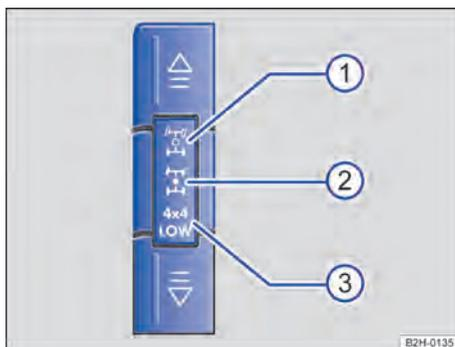

Fig. 99 No console central: botões e símbolos para ligar e desligar a tração nas quatro rodas.
Em veículos com tração nas quatro rodas selecionável, está ativo sempre o acionamento que estava ativo por último ao desligar o motor. A tração nas quatro rodas é ativada manualmente em dois estágios através dos botões no console central → Fig. 99.
- ◀ Utilizar a tração traseira em ruas secas com solo firme. Quando a tração traseira está ligada, acende o símbolo → Fig. 99 ① no console central.
1. Pressionar o botão  uma vez. O símbolo  pisca por alguns segundos no instrumento combinado. A tração nas quatro rodas (4X4 HIGH) é ativada no painel de instrumentos e no console central quando o símbolo  estiver aceso continuamente → Fig. 99 ②.
2. Pressionar o botão  com o motor em funcionamento e a tração nas quatro rodas acionada (4X4 HIGH). O símbolo 4X4 LOW pisca durante alguns segundos no instrumento combinado. A tração nas quatro rodas com posição de marcha reduzida (4X4 LOW) ativada no painel de instrumentos e no console central quando o símbolo 4X4 LOW estiver aceso continuamente → Fig. 99 .